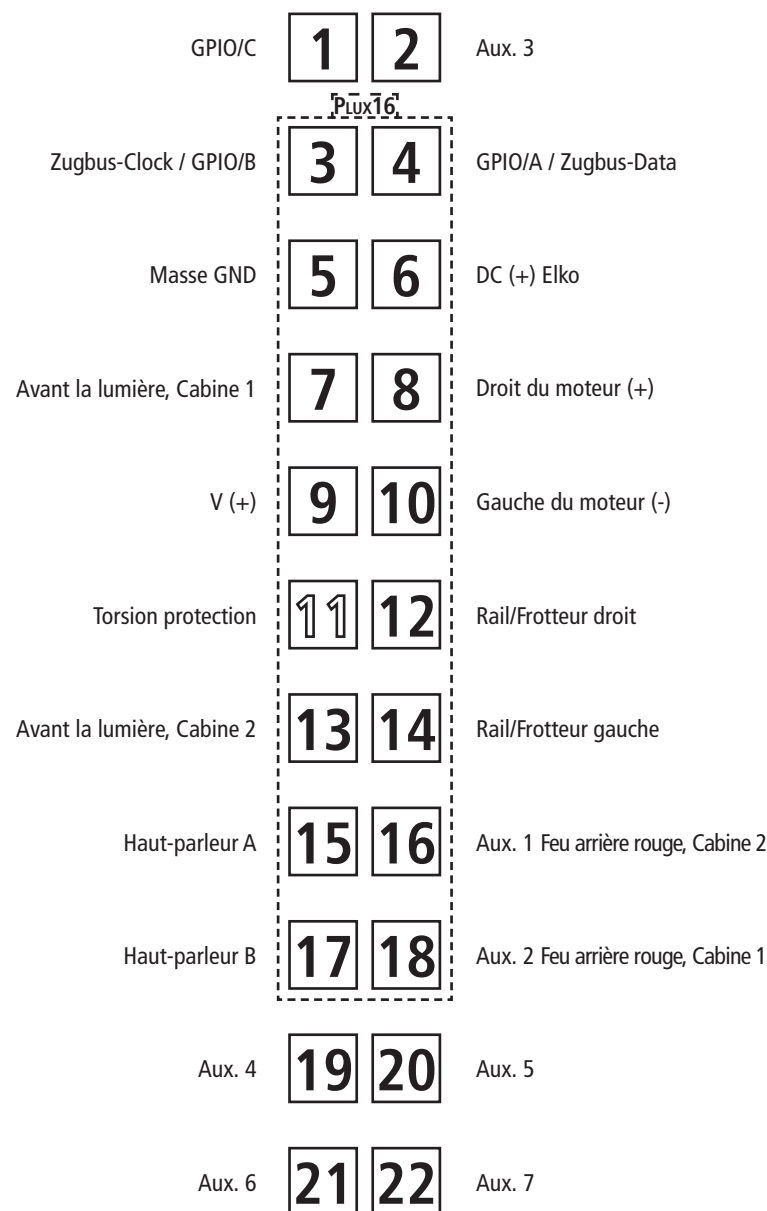
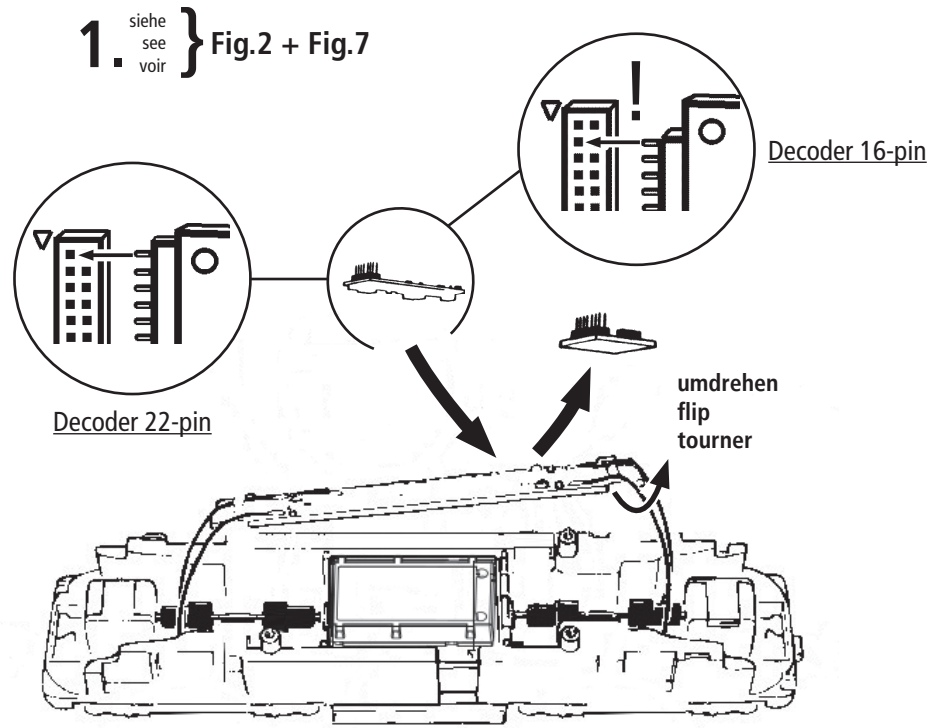
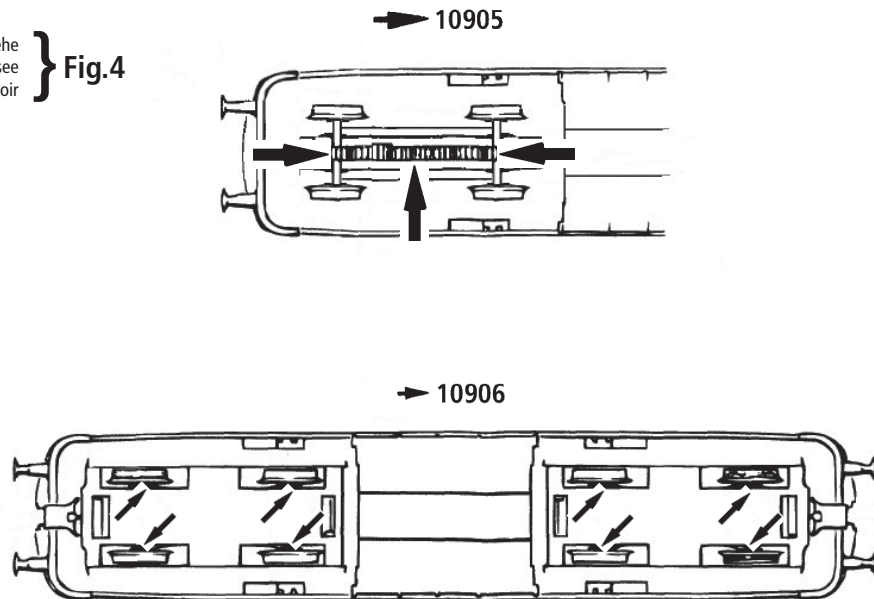
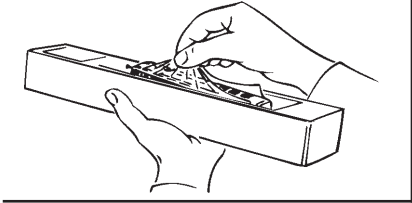

Fig. 5
Fig. 6
Fig. 7
Fig. 2
2. Schmierung: Versehen Sie die im Schmierplan in Fig. 6 gekennzeichneten Stellen mit nur **kleinen Öltropfen**. Dazu zuerst das Lokgehäuse abnehmen (Fig. 2). Wir empfehlen den **ROCO Öler Art.-Nr. 10906**. Fürs Schmieren der Getriebeteile (Zahnräder, Schnecke) empfehlen wir das **ROCO-Spezialfett Art.-Nr. 10905**. Im Falle der Schmierung diese Teile **nicht ölen**.
Umrüstung auf Digitalbetrieb: Zuerst Lokgehäuse abnehmen (Fig. 2). Danach den Brückenstecker aus der Schnittstelle entfernen (diesen sorgsam aufbewahren). Danach den Stecker des Decoders lagerichtig einsetzen (Fig. 5).
4. Motorwechsel: Lokgehäuse abnehmen (Fig. 2). Danach wird der Motor ausgebaut und ausgewechselt (Fig. 7).
Running in digital mode: Remove the jumper from the interface. Finally put the plug of the decoder into the interface as shown in fig. 5.
1. Cleaning of wheel contacts: Wheel contacts easily get dirty on tracks which are not entirely clean. Use a small brush to **remove dirt** from spots marked in fig. 6.
2. Lubrication: Apply **tiny oil drops** to spots marked in fig. 6. Prior to lubrication dismantle locomotive (fig. 2). We recommend using item no. **10906, Roco oiler**. For lubrication the gearparts (e.g. cogwheels, worm) we would recommended our Roco **special grease** (item no. **10905**).
4. Motor Changing: First remove loco body (fig. 2), and then the motor (fig. 7).
2. Graissage: N'appliquez **qu'une tout petite goutte** aux endroits indiqués par le plan de graissage (fig. 6) après avoir démonté la caisse de la locomotive (fig. 2). Nous vous recommandons le **graisseur à huile Roco réf. 10906**. Pour graisser les engrenages (roues dentées, vis sans fin) nous vous conseillons la **graisse spéciale Roco réf. 10905** pour engrenages en matières synthétiques. Lorsque vous utilisez cette graisse il faut éviter d'huiler ces composants.
Exploitation en télécommande multi-trains: Enlevez la fiche de shuntage de l'interface (à conserver!) et enfichez finalement la fiche de décodeur aux prises de l'interface. Veuillez à la position correcte de la fiche (fig. 5).
4. Remplacement du moteur: Démontez la caisse (voir fig. 2). Démontez ensuite le moteur (fig. 7).